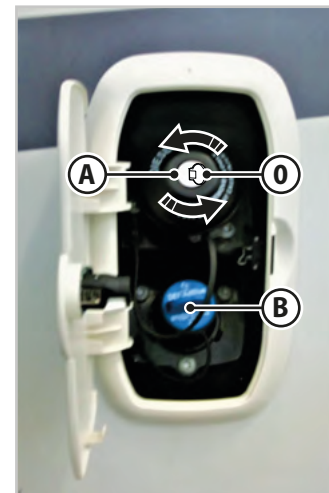

Fig.5.7 - Tappo carburante
Per aprire il tappo carburante (Fig.5.7):
Per chiudere il tappo carburante (Fig.5.7):
Per aprire il tappo (**B** - Fig.5.7) dell'additivo AD-BLUE, ruotare il tappo in senso antiorario ed estrarlo. Procedere quindi con il rifornimento. Effettuare l'operazione inversa per la sua chiusura.
1. Tirare nel senso della freccia la leva **A** (Fig.5.7 e Fig.5.8, varia in base al tipo di veicolo), posta a sinistra del piantone di guida.